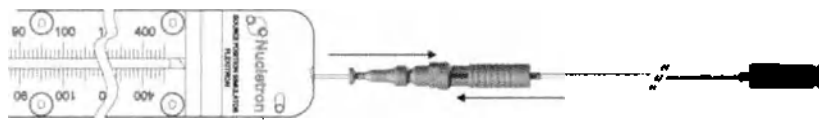

Рис.3: введение кабеля имитатора источника или провода симулятора в трубку для перемещения источника
3. Осторожно введите кабель имитатора источника или провод симулятора в трубку для перемещения источника; см. Рис.3. Следите за тем, чтобы кабель имитатора источника или провод симулятора не перегибался.